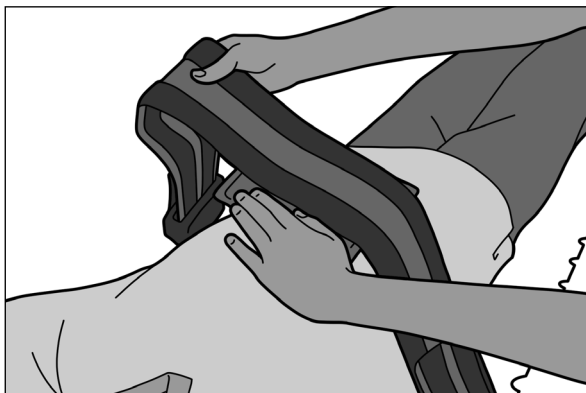

Fig. 9
6. Așezați curea peste pacient, asigurându-vă că partea cu numărul este orientată în jos, atașând-o la padelă și pungă. Asigurați-vă că bucla de pe curea se aliniază și se cuplează cu cârligul de pe pungă (Fig. 9).